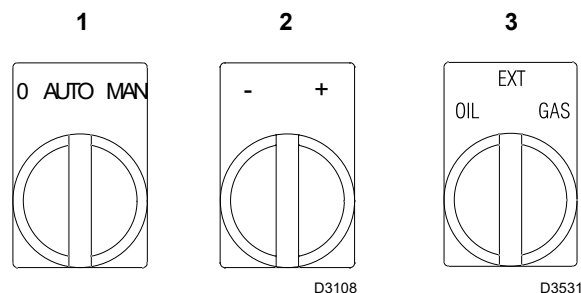

Fig. 34
Fermer les télécommandes et placer l'interrupteur 1)(Fig. 34) sur « MAN ».
- 1 avec le sélecteur 3)(Fig. 34) ;
En mettant le sélecteur 3)(Fig. 34) sur « EXT », la fonction de sélection du combustible à distance s'active.
Tourner le sélecteur 2)(Fig. 34) « réduction puissance » et le maintenir tourné vers le signe « - » tant que le servomoteur n'a fermé le volet d'air et le papillon à gaz à 35° (réglage d'usine).
- Allumer le brûleur depuis le sélecteur situé sur le panneau de contrôle en mode manuel 1)(Fig. 34).
- À ce point positionner le sélecteur 3)(Fig. 34) sur **GAZ** et effectuer une vérification du bon fonctionnement au gaz à la puissance souhaitée.